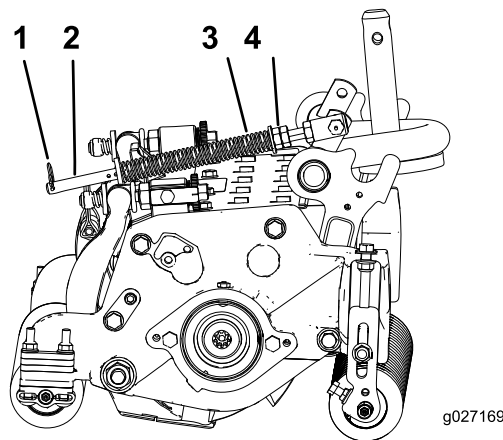

图 14
1. 确保发卡销安装在弹簧杆的后孔内 图 14。
2. 拧紧弹簧杆前端的六角螺母直至压缩后的弹簧长度为 159mm 图 14。